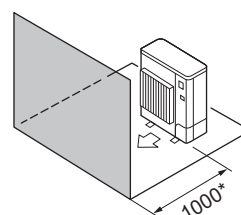

Fig. 2-10
- ④ Перешкоди лише спереду (Fig. 2-10)